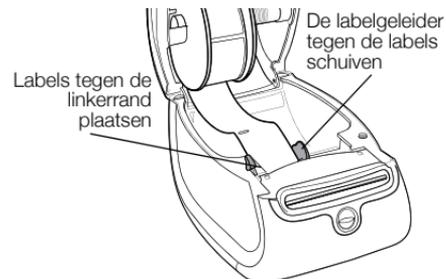

Figuur 7
- 6 Plaats de labelspoel in de gleuf in de printerkap waarbij de labels van onderaf uit de rol moeten komen. Zie Figuur 7.